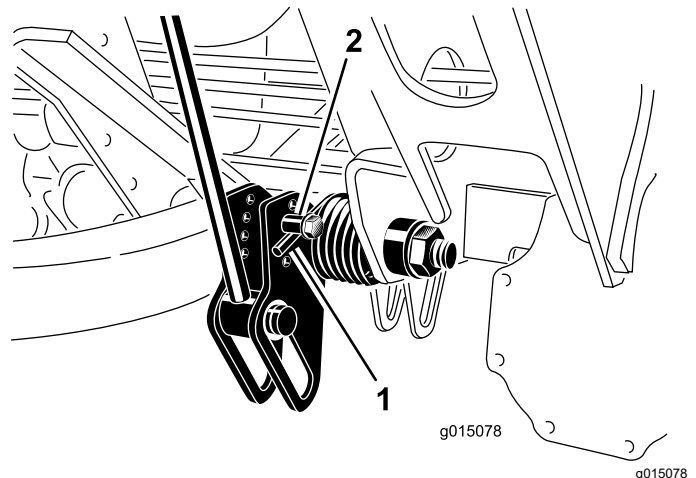

Bild 72
2. Führen Sie ein Rohr oder ein ähnliches Objekt in die lange Feder ein, um die Federspannung während der Einstellung aufzuheben (**Bild 72**).
3. Wenn Sie die Federspannung aufgehoben haben, nehmen Sie die Schraube und Sicherungsmutter ab, mit denen der Federaktuator an der Halterung befestigt ist (**Bild 72**).